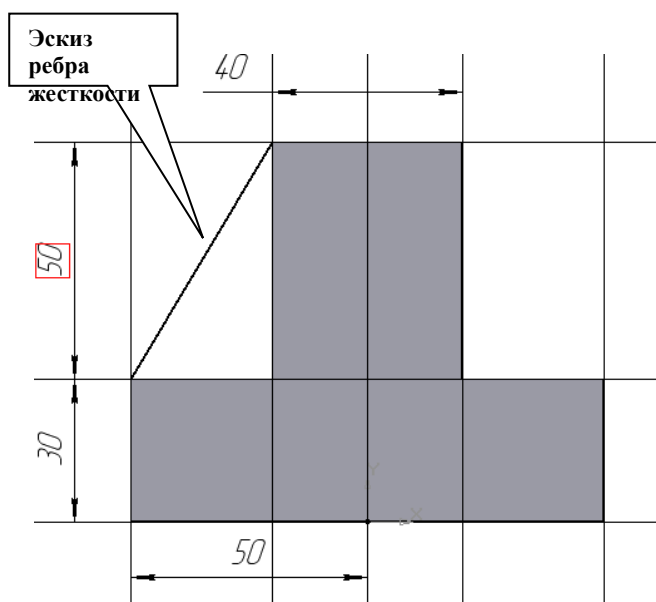

Рис.8
4. Для построения ребер жесткости на фронтальной плоскости проекций построим эскиз (рис.8), для которого предварительно сделаем вспомогательными прямыми разметку. Эскиз обязательно следует вычерчивать отрезком (тип линии – основная), вспомогательные прямые служат только для предварительных построений.